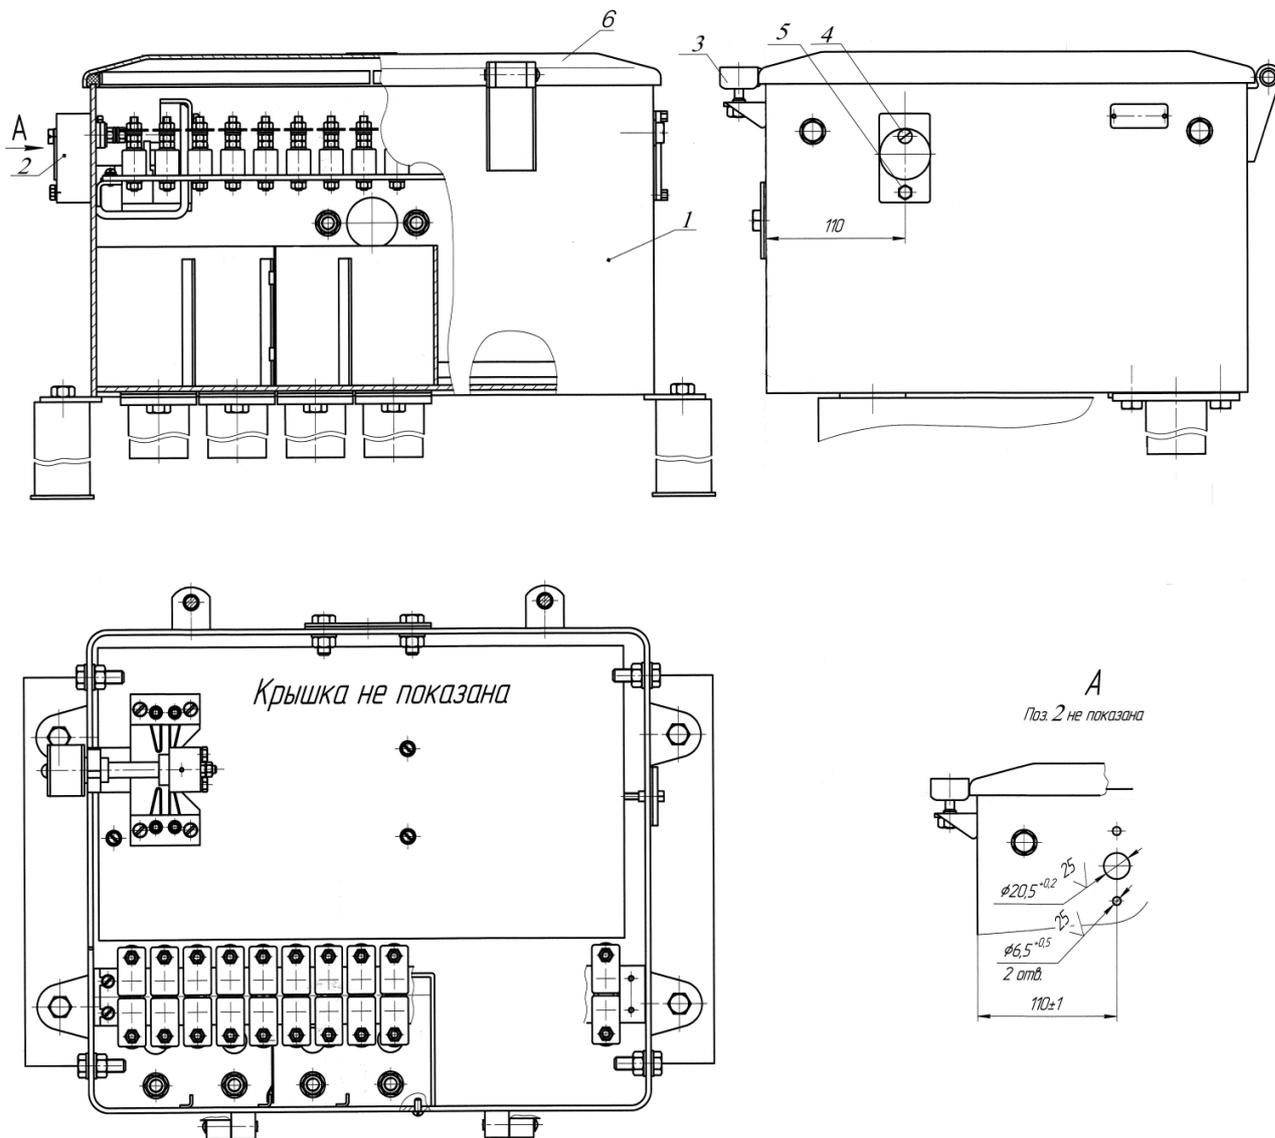

Рис.1. Стрелочная коробка (путевой ящик) с КМУ
7.3. Замена КМУ в стрелочной коробке (рис. 1)